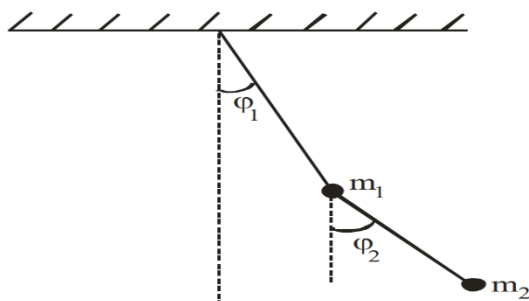

Рис. 1.4
16. Количество уравнений Лагранжа, необходимое для описания движения двойного математического маятника (рис. 1.4) :